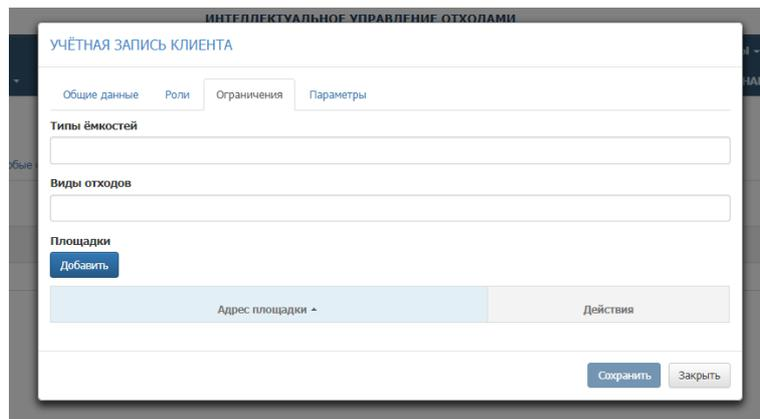

Рисунок 18. Установка ограничений
- «Ограничения» - устанавливаются ограничения видимости пользователем площадок по типу мусора, по типу контейнера, либо добавляется список площадок, который будет доступен пользователю (Рисунок 18).